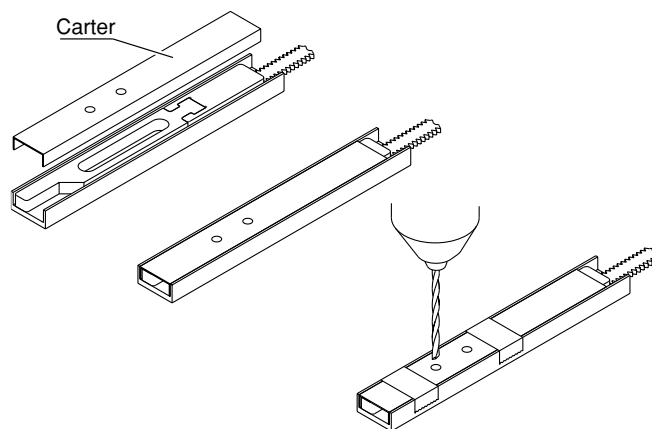

Fig. 9
- Posizionare il carter a filo con il bordo del frontale e praticare n° 2 fori passanti Ø 4,5 in corrispondenza dei fori sul carter (fig. 9).
- Position the casing flush with the faceplate edge and drill 2 through holes Ø 4.5 in correspondence with the casing holes (fig. 9).